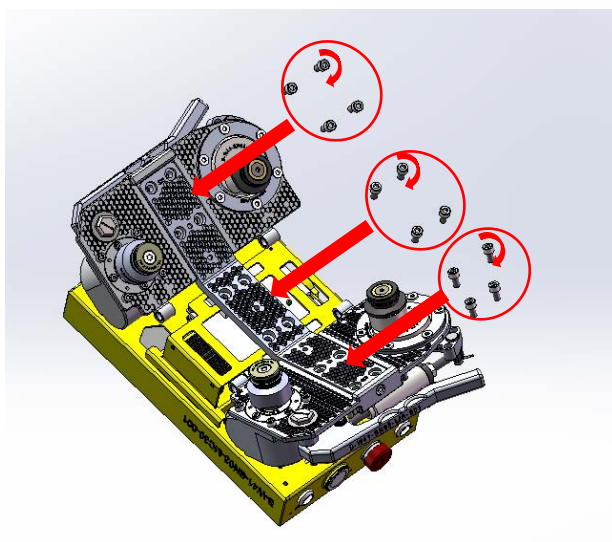

图 27-螺钉安装拧紧方向示意图
2. 如图所示方向将 12 颗螺丝分别插入对应螺纹孔，每一部分四颗螺丝采用交叉顺序（如左上-右下-左下-右上）分阶段顺时针方向拧紧，确保受力均匀（图 27）。